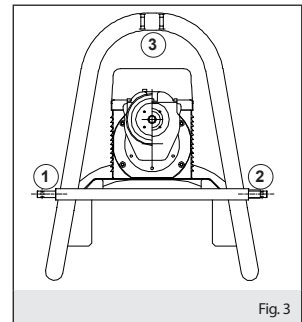

Fig. 3
- che i tre punti di ancoraggio (fig.3) previsti siano perfettamente fissati e bloccati con i pezzi in dotazione. L'errato ancoraggio provoca il ribaltamento della macchina con grave pericolo per l'operatore.
- the three links (fig.3) are perfectly fastened and locked with the accessories provided. If wrongly anchored the machine could tip over causing a severe hazard for the operator.
- les trois points d'ancrage (fig.3) prévus sont parfaitement fixés et bloqués avec les pièces fournis. Un ancrage incorrect provoque le basculement de la machine et constitue donc un grave danger pour l'opérateur et l'endommagement du produit.
- c) die drei vorgesehenen Verankerungspunkte (Abb.3) perfekt befestigt und mittels der